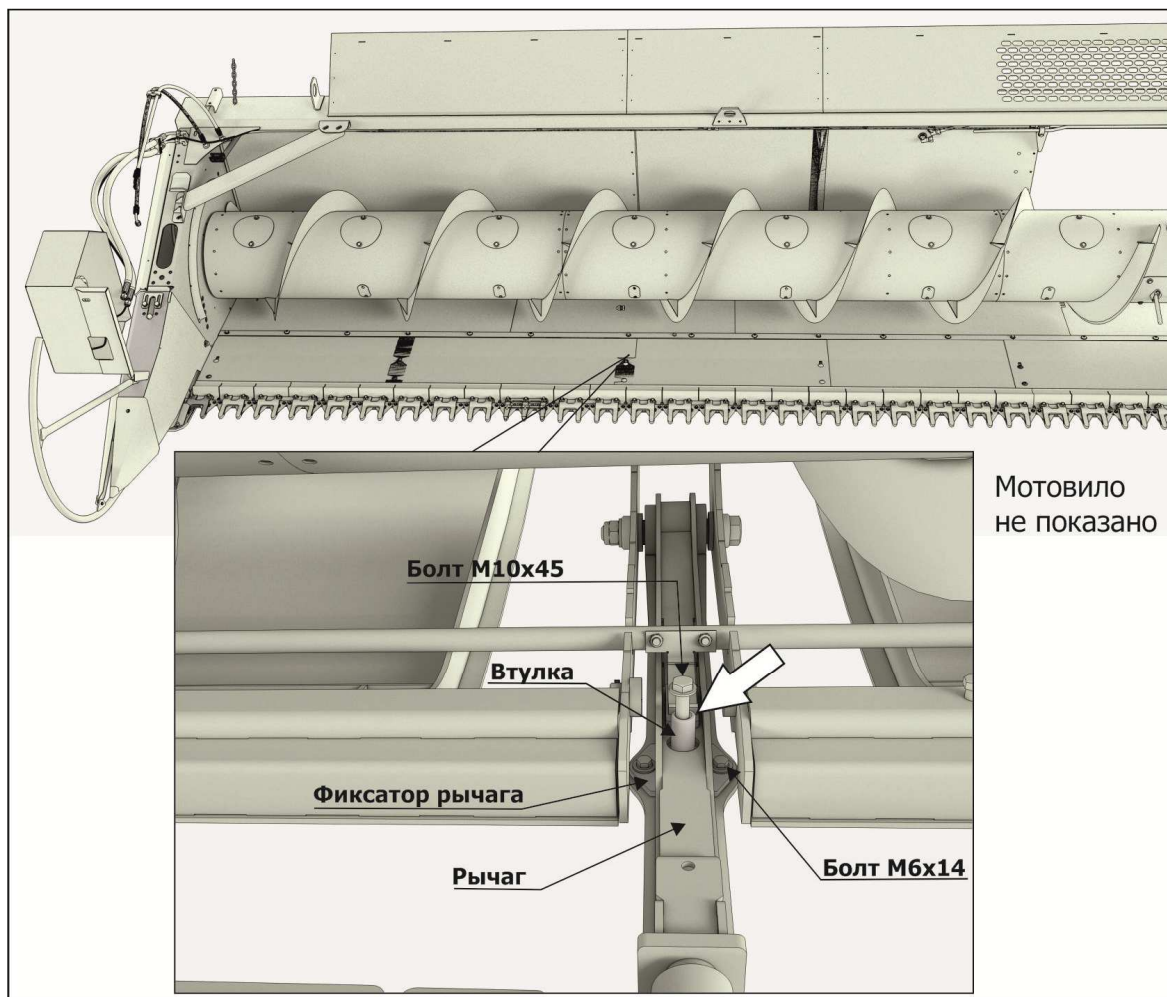

Рисунок 6.16 – Регулировка фиксатора рычага
- ПРОИЗВЕСТИ ОЧИСТКУ ПОЛОСТИ ВТУЛКИ (см.рисунок 6.16);